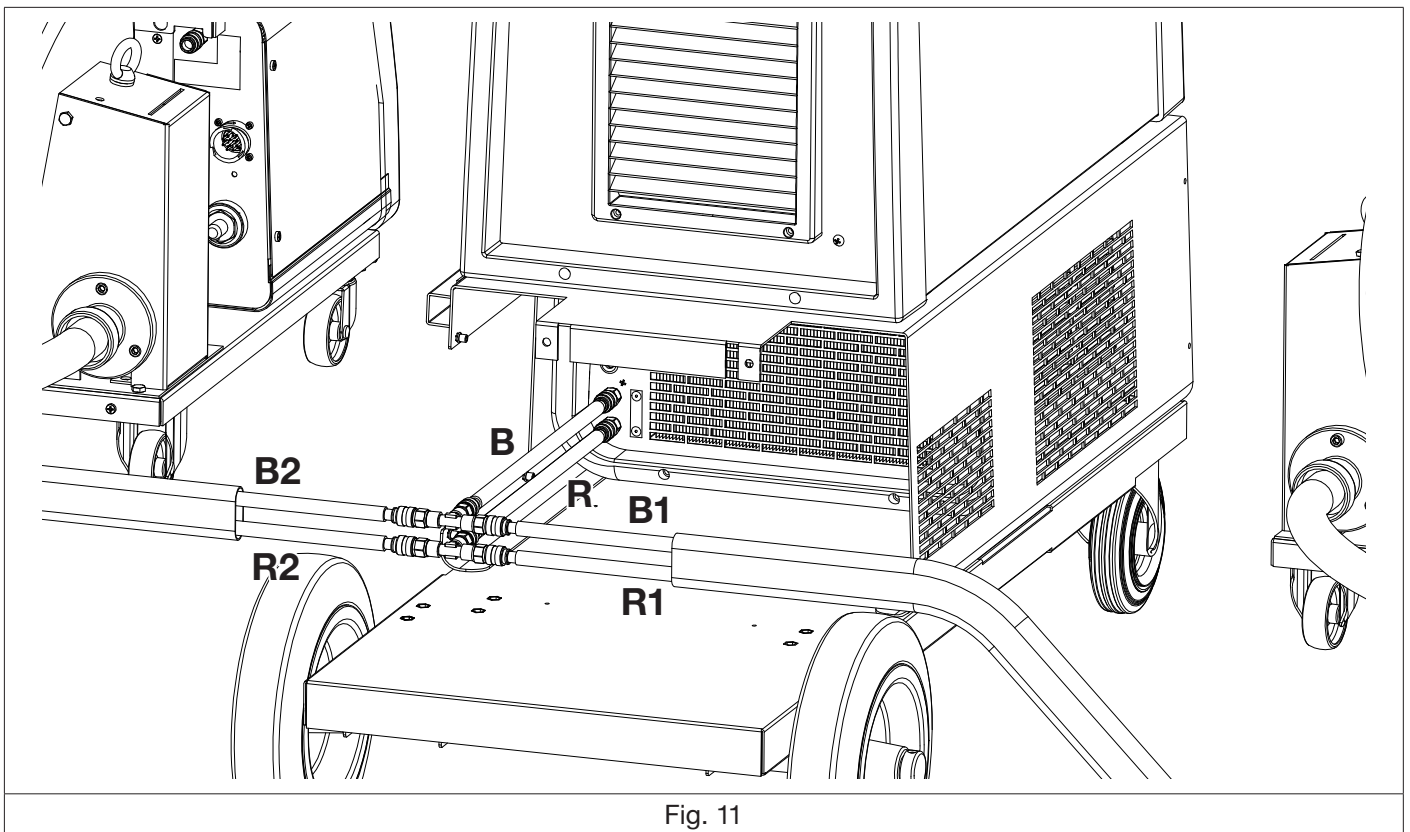

Fig. 11
Innestare i tubi rossi dell'acqua calda (**R1** ed **R2**) che escono dalle prolunghe dei carrelli trainafilo nel raccordo a T rosso (**R**) del gruppo di raffreddamento. Innestare i tubi blu dell'acqua fredda (**B1** e **B2**) nel raccordo a T blu (**B**) come da schema e fig. 11.
*Insert the red hot water pipes (**R1** and **R2**) coming out of the extensions of the wire feeders into the red T-fitting (**R**) of the cooling unit. Insert the blue cold water pipes (**B1** and **B2**) into the blue T-fitting (**B**) as shown in the diagram and in fig. 11.*
Introduzca los tubos de agua caliente (**R1** y **R2**) que salen de las conexiones de los carros arrastrahilo en el racor en T rojo (**R**) de la unidad de enfriamiento. Inserte los tubos azules de agua fría (**B1** y **B2**) en la conexión en T azul (**B**) como se muestra en el diagrama y en la fig. 11.